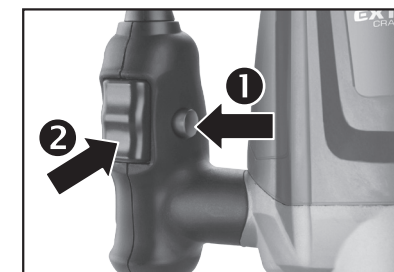

Abb. 17
4. Drücken Sie zuerst die Sicherheitsverriegelung des Betriebsschalters und dann den Betriebsschalter (Abb.17).